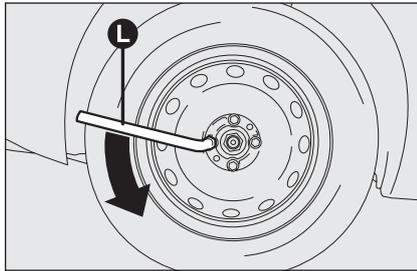

fig. 5
- afloje aproximadamente un giro los bujes de fijación utilizando la llave del equipamiento **L**-fig. 5; para coches equipados con llantas de aleación, sacuda el coche para facilitar la separación de la llanta del cubo de la rueda;